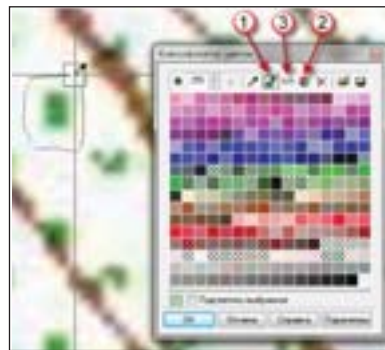

Рис. 2. Уменьшение палитры при помощи Классификатора цветов
Наибольшую трудность для векторизации представляют участки растра с символической штриховкой зеленого цвета. Преобразуем растр из True Color в индексированный с помощью команды *Классификатор цветов* (рис. 2). Чтобы избавиться от оттенков зеленого цвета, используем опцию *Выбрать цвет с растра* (1) и обводим на изображении один из элементов символической штриховки, захватывая границы с фоном. В результате будут выбраны все цвета, которыми представлена штриховка. Остается "смешать" их в один цвет, используя опцию *Объединить цвет* (2), и преобразовать полученный цвет в белый при помощи опции *Выбрать цвет из диалога* (3). Аналогичным образом избавляемся от всех посторонних цветов, кроме оттенков коричневого цвета, которым представлены полилинии (рис. 3-4). Объединять цвета нужно аккуратно, анализируя оставшиеся контуры коричневых полилиний. Из-за сильного "размытия" цветов формата *.jpg есть риск потерять много полезной информации.